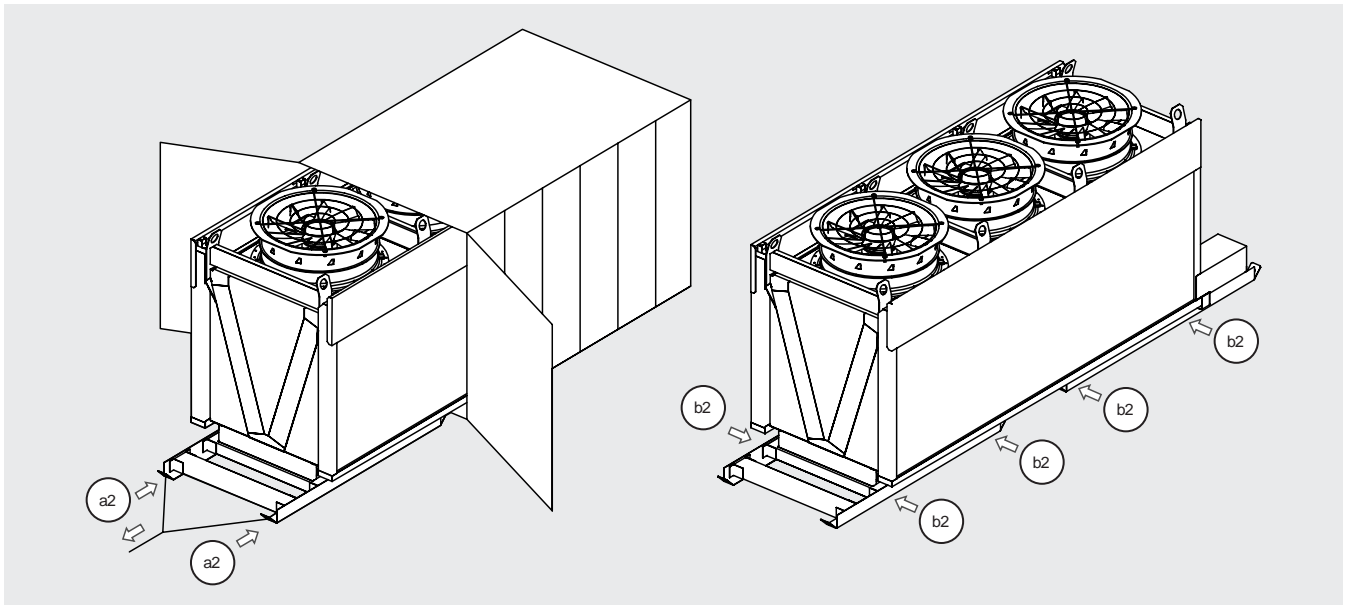

Figure 7
- 5.11 Si le modèle est emballé dans un conteneur, option disponible uniquement pour les modèles à une rangée de ventilateurs, utilisez les deux boulons à œil (a2) pour sortir le modèle. Tirez lentement et sans à-coups. Utilisez un chariot élévateur (positionné sur le côté) ou équivalent pour tirer le modèle hors du conteneur. Dévissez les boulons (b2) pour libérer la glissière. Voir la Figure 7.